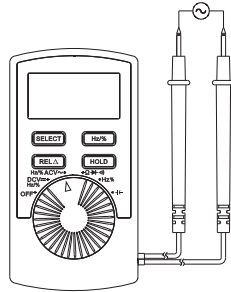

Рисунок 3
5.2. Измерение переменного напряжения (см. Рис. 3)